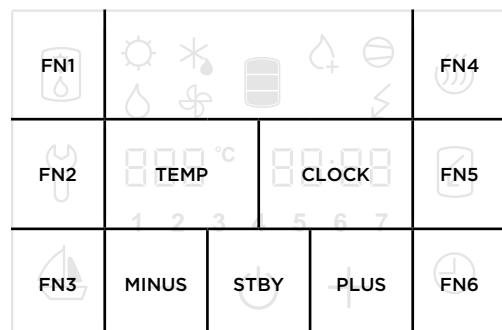

Figura 14: Schermata dei campi
- Premendo a lungo il campo **4** dello schermo (**Figura 14**) si accende la funzione “modalità di servizio”.
- Premendo il numero di destra (campo **CLOCK** nella **figura 14**) si passa al parametro successivo.